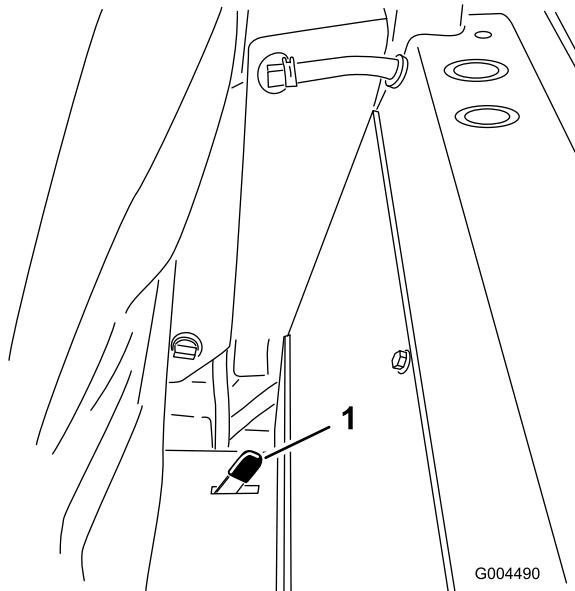

Bild 36
2. Drücken Sie eine der Sitzlaschen, die sich hinter und an der Seite des Sitzes befinden, nach hinten, um den Sitz zu entriegeln und ziehen Sie den Sitz oben nach vorne (Bild 36).